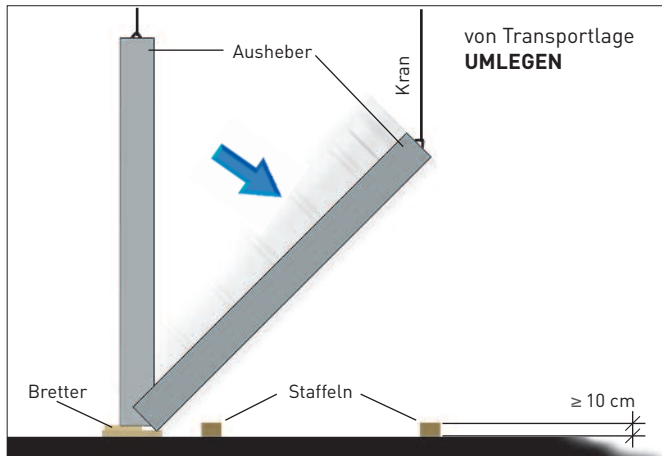

Bild 5: Von Transportlage UMLEGEN
- Wandelement anhängen und auf geeignetem Untergrund zwischengelagern. (Bild 5)